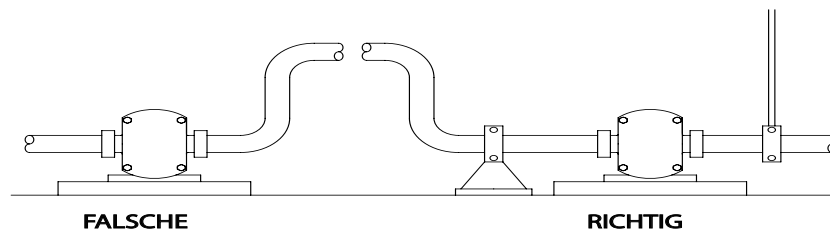

Abb. 2.3.1
Unsachgemäße Installation, Bedienung oder Wartung des Geräts kann zu ernsthaften Verletzungen des Personals und/oder einer Beschädigung des Geräts führen und verwirkt die Garantie. Sorgen Sie für eine gute Abstützung der Rohrleitungen, da die Pumpe für diese Aufgabe nicht vorgesehen ist. Denken Sie daran, dass mit Flüssigkeiten gefüllte Rohre sehr schwer sind. Abb. 2.3.1 zeigt eine empfohlene Rohrleitungsführung.
Nehmen Sie die Pumpe niemals in Betrieb, wenn die Frontabdeckung und/oder die Ansaug-/Ablassrohre nicht angebracht sind. Sorgen Sie dafür, dass sie ordnungsgemäß installiert sind, siehe Abb. 2.3.1. Nehmen Sie gleichermaßen die Pumpe niemals in Betrieb, wenn andere Schutzvorrichtungen, wie Kupplungs- und Wellenabdeckungen fehlen oder unsachgemäß installiert wurden.
- Sorgen Sie dafür, dass die Rohrleitungen gut abgestützt sind. Benutzen Sie nicht die Pumpe, um das Rohrleitungssystem abzustützen. Siehe Abb. 2.3.1.